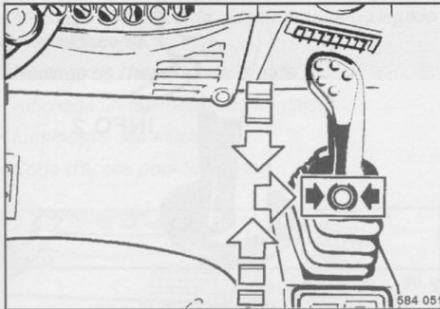

fig. 54
- Ramener lentement le levier de commande de marche (fig. 54) sur position neutre puis l'enclencher vers la droite sur position de freinage.